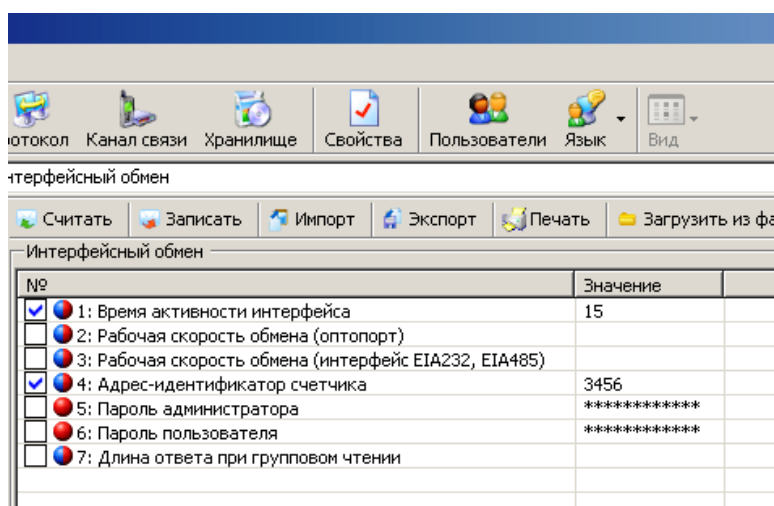

Рисунок 3.1 Интерфейсный обмен
3.7.5 Чтением параметра «время активности интерфейса» убедиться, что его значение равно 15 с. (см. рисунок 3.1).
3.7.6 Чтением параметра «адрес-идентификатор счетчика» (см. рисунок 3.1) убедиться, что его значение равно 4 последним цифрам серийного номера, без нулей перед значащими цифрами, т.е. если 4 последние цифры заводского номера имеют вид «0001», то идентификатор равен «1».